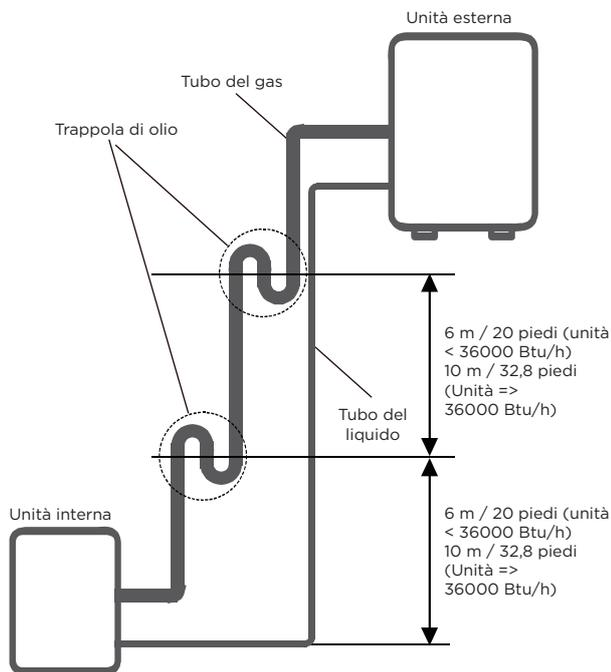

Fig. 6.2
-Si raccomanda di non aumentare le dimensioni del sollevatore di aspirazione verticale. Un corretto ritorno dell'olio al compressore deve essere mantenuto con la velocità del gas di aspirazione. Se le velocità scendono al di sotto di 7,62 m/s (1500fpm (piedi al minuto)), il ritorno dell'olio diminuirà. Una trappola per olio deve essere installata ogni 6 m (20 piedi) o 10 m (32,8 piedi) del sollevatore della linea di aspirazione verticale. (Vedi Fig. 6.2)